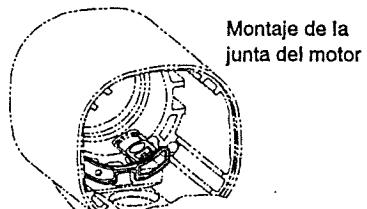

Figura 17
**NOTA:** Cuando se desarme y vuelva a armar el motor o se tire el mismo, recomendamos sustituir la junta del motor (7).
- Instale la junta del motor en la carcasa, cerciorándose de que las ranuras de la lengüeta de la junta calcen alrededor de la estría en la carcasa. Véase la figura 17.